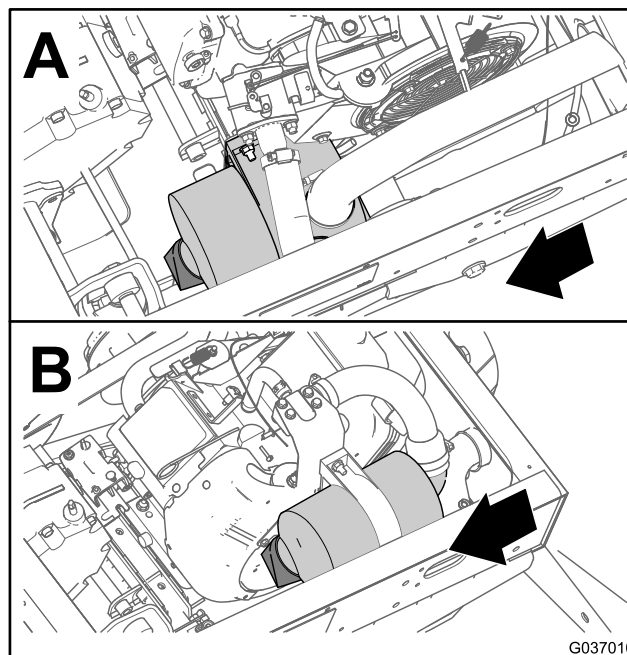
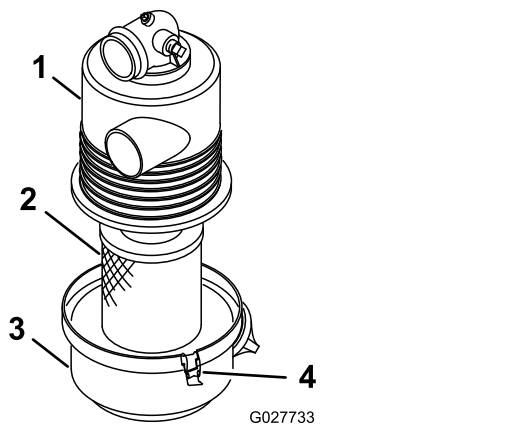

图 29
图 30
2. 检查空气滤清器壳体是否有可能导致空气泄漏的损坏图 29 和图 30。
3. 松开将空气滤清器盖固定到空气滤清器外壳上的门锁图 30。
4. 从空气滤清器外壳上分离空气滤清器盖并清洁盖子的内部图 30。
3. 将空气滤清器滤芯插入空气滤清器外壳图 30。
4. 将空气滤清器盖与空气滤清器外壳对齐图 30。
5. 用门锁图 30将盖子固定到外壳上。